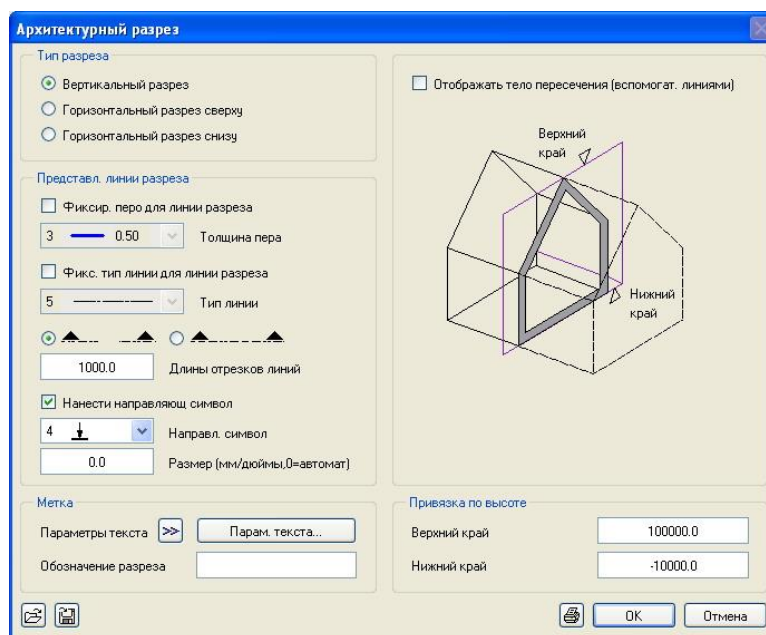

Рис. 29. Диалоговое окно Разрез
3. Активируем функцию *Задать разрез* , в диалоговом окне *Задать разрез* жмем кнопку *Свойства* (рис. 29).